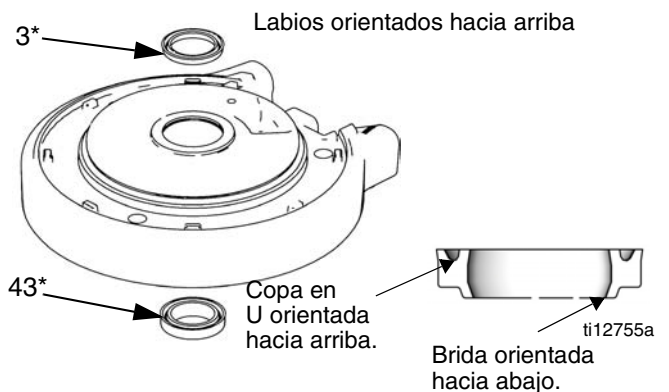

FIG. 8: Instalación de la copa en U del motor neumático
1. Lubrique e instale la junta tórica (9*) en la cubierta superior (13).
2. Lubrique el interior del cilindro (11). Baje el cilindro (11) a la cubierta superior (13).
3. Lubrique e instale la junta tórica (8*) alrededor del pistón (5). Lubrique las empaquetaduras.
4. Deslice el conjunto del pistón (5) hacia abajo adentro del cilindro (11). Asegúrese de que la junta tórica (9*) permanezca en su lugar.
5. Vea la FIG. 8. Lubrique e instale una junta de copa en U con brida (43*) nueva en la parte inferior del cojinete de la cubierta inferior (1). La copa en U debe estar orientada hacia arriba y la brida hacia abajo. Lubrique e instale una junta de copa en U (3*) nueva en la parte superior del cojinete. Los labios deben estar hacia arriba.